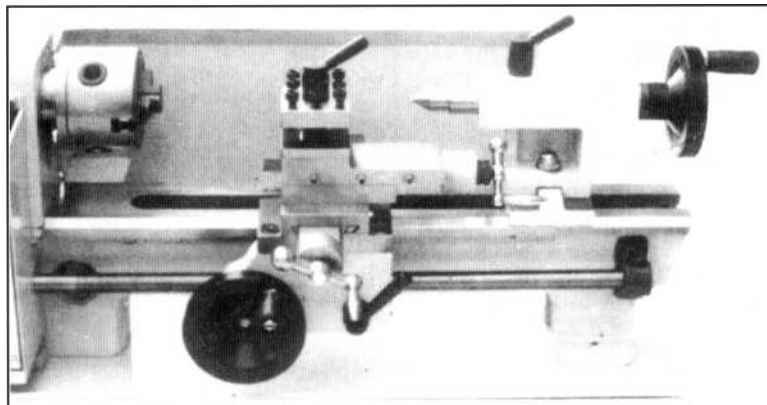

Fig. 5. Reglajul căruciorului, avansului transversal și al saniei portcuțit
1. Verificați manivela saniei portcuțit și manivela de avans transversal și verificați funcționarea corespunzătoare. Dacă sunt prea tensionate sau prea destinse, rotiți șuruburile de reglaj amplasate la ambele capete. (Fig. 5).